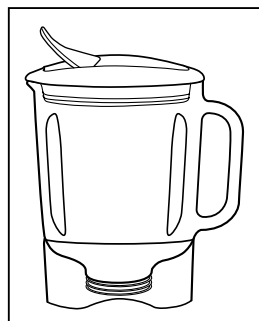

FIGURA 6
(!!) ADVERTENCIA: Cuando emplee ALIMENTOS CALIENTES, abra la tapa de la jarra para liberar el vapor. Incline la tapa para alejarla de usted y cubrir parcialmente la apertura. Mantenga las manos y otras partes del cuerpo expuestas lejos de la apertura de la tapa para evitar posibles quemaduras. (Figura 6)
(!!) ADVERTENCIA: Cuando emplee LÍQUIDOS CALIENTES, abra la tapa de la jarra, comience a baja velocidad y aumente la velocidad de manera gradual. No agregue líquidos por encima del nivel de 2 tazas (.5 litro). Siempre mantenga las manos lejos del vapor. Comience el licuado en la velocidad más baja. (Figura 6)
- No retire la tapa con el electrodoméstico en funcionamiento. Abra la tapa de la jarra para agregar ingredientes pequeños. (Figura 6)